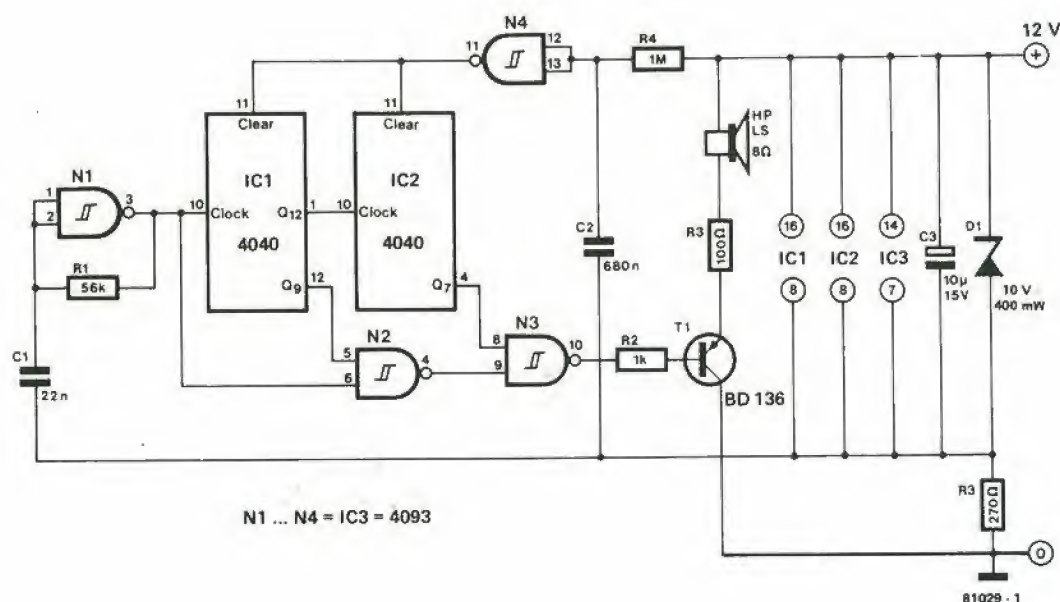

Figura 1. Lo schema elettrico dell'allarme per starter. Il circuito completo è sufficientemente piccolo da poter essere montato dietro al cruscotto.
L'allarme è completamente automatico e non costa più di cinque litri di benzina (almeno così risultava al momento di andare in stampa). Lo schema si vede in figura 1 e si può constatare che è tutt'altro che complicato. La porta logica N1, insieme ad R1 ed a C1 forma un oscillatore ad onda quadra con frequenza di circa 1 kHz. Questa è la frequenza di clock per il diviso a 12 stadi IC1. L'uscita Q12 di questo integrato è direttamente applicata all'ingresso di clock di un secondo diviso, IC2. La frequenza prodotta all'uscita Q7 di quest'ultimo diviso è:
dale e quadra: esso possiede i vantaggi di entrambe: per un tratto rimane costante e poi cambia improvvisamente ad un nuovo stato costante, e così via. In figura 1 è mostrato un tipico segnale a treni d'onda. Esso è formato da una o più onde sinusoidali, poi da un intervallo (che dura uno o più periodi dell'onda sinusoidale) quindi nuovamente una o più onde sinusoidali, e così via. Che questo segnale sia in qualche modo simile ad una onda sinusoidale, è ovvio; la somiglianza con un'onda quadra è meno evidente, finché non ci si accorga che l'uscita è analoga a quella di un generatore sinusoidale che venga modulata da un'onda quadra di frequenza inferiore.
**Figura 1.** Un treno d'onde equivale fondamentalmente ad un'onda sinusoidale che venga soppressa ed attivata ad intervalli regolari. Sia la durata del treno che dell'intervallo tra i treni, deve essere un multiplo intero del periodo dell'onda sinusoidale.